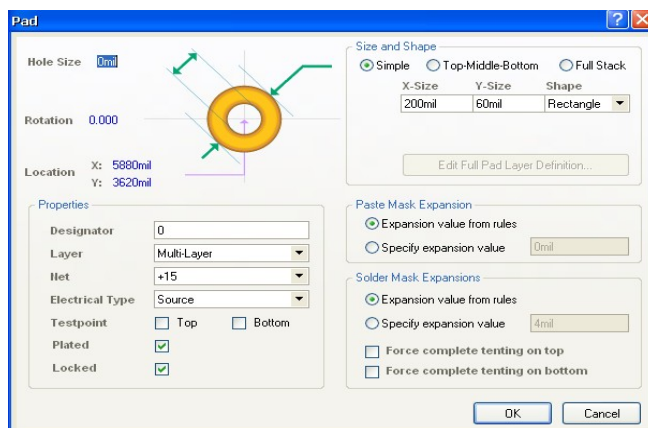

图 8.107 “焊盘属性”设置对话框
- 1) 执行选单命令 Place\Pad, 或单击放置工具栏中  按钮, 光标就变为十字状, 并粘着一个浮动的焊盘, 这时按下键盘上的 **Tab**, 系统将弹出图 8.107 所示的“焊盘属性”设置对话框。